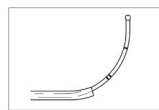

Figura 4: Curvatura frontal
- **Seios frontais:** Ao explorar os óstios/reentrâncias frontais, recomenda-se uma curvatura de grande amplitude, semelhante a uma sonda nasossinusal frontal (Figura 4).